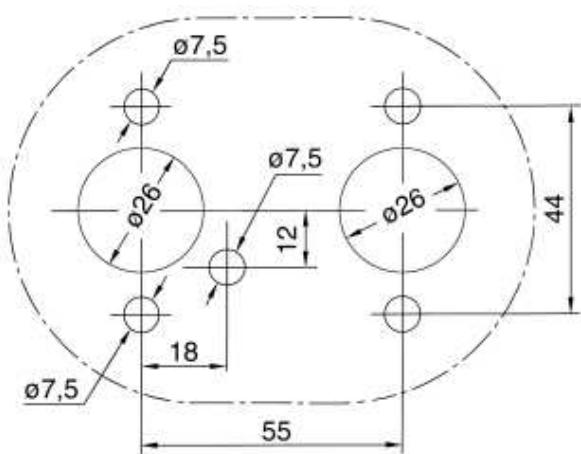

Рис. 9
4.2.3 Между печкой и установочной поверхностью транспортного средства необходимо обеспечить хорошее уплотнение. Между печкой и установочной поверхностью транспортного средства должна быть вставлена специальная прокладка (как показано на Рис. 8), которая поставляется производителем. Установочная поверхность должна быть достаточно ровной. Место, на которое устанавливается печка, должно иметь неровности менее 1 мм. После того как будут просверлены установочные отверстия неровности поверхности должны быть устраниены в соответствии с данными требованиями. После установки плотно закрутите четыре поставляемые производителем гайки M6. Убедитесь, что в зазоре между печкой и установочной поверхностью транспортного средства (Рис. 8 -F) нет посторонних предметов. Расположение установочных отверстий представлено на Рис. 9.